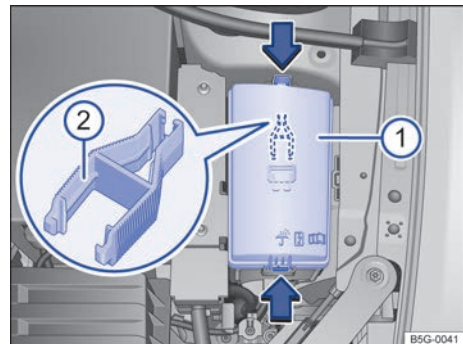

Fig. 147 En el vano motor: cubierta ① de la caja de fusibles con pinzas de plástico ②.
- Para desbloquear la cubierta de la caja de fusibles, presione las teclas de bloqueo en el sentido de las flechas → fig. 147 .
En el lado interior de la cubierta de la caja de fusibles del vano motor puede haber unas pinzas de plástico para extraer fusibles → fig. 147 .